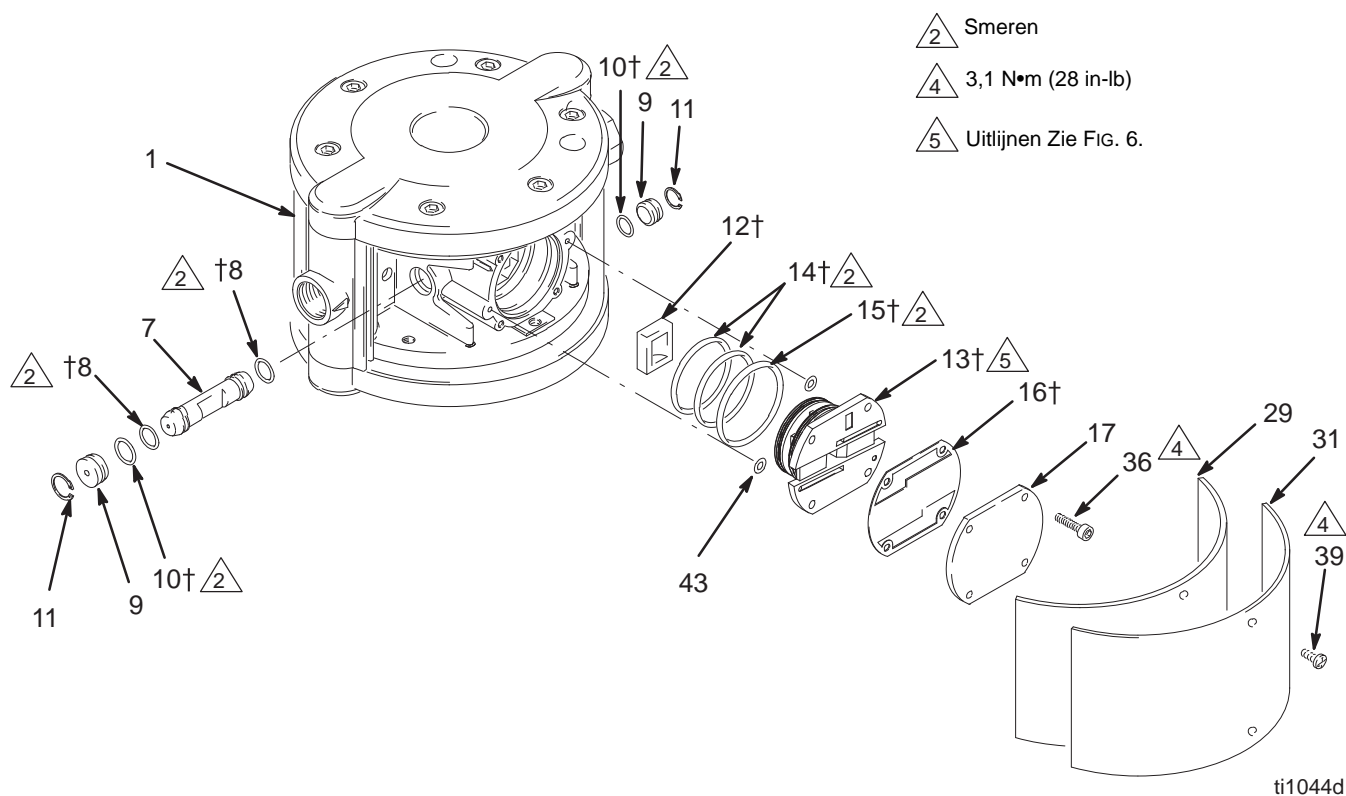

FIG. 7
1. Verwijder het zijdeksel (31) en de vilten demper (29).
2. Verwijder de vier schroeven (36), het luchtventieldeksel (17) en de pakking (16). Zie FIG. 7.
3. Zie afbeelding 6. Let op de richting van de luchtventielplaat (13) ten opzichte van de vloeistofuitlaatpijl, met de 'POM'-markering naar boven. Trek de plaat uit het middenhuis (1). Verwijder de drie O-ringen (14, 15) en de twee O-ringen (43) van de plaat. Zie FIG. 7.
4. Verwijder de kom van het luchtventiel (12) van het middenhuis (1).
5. Verwijder de klemringen (11) en de plug (9) van beide zijden en schuif de drager (7) van het middenhuis (1). Verwijder de O-ringen (8, 10) van de drager en de plug.
1. Smeer de O-ringen (8†) en breng ze aan op de drager (7). Schuif de drager in het middenhuis (1) met de inkeping naar buiten gericht zoals te zien is in FIG. 7.
2. Smeer alle O-ringen (10†) en breng ze aan op de pluggen (9). Breng een plug aan in elke kant om de drager (7) vast te zetten. Installeer de klemringen (11) om deze onderdelen op hun plaats te houden.
3. Installeer de luchtventielkom (12†) in de inkeping van de drager (7) zodat de open zijde naar buiten wijst.
4. Installeer twee O-ringen (43) in de tegenboring van de luchtmotor.